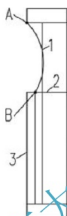
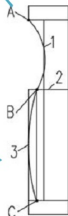

图 4.50 绘制“花瓶”第 1 段圆弧
图 4.51 绘制“花瓶”第 2 段圆弧
(4) 启动【圆弧】的命令(快捷键 A)。
① 在指定圆弧的起点或[圆心(C)]: 提示下, 捕捉图 4.50 所示的 A 点作为圆弧的起点。
② 在指定圆弧的第二个点或[圆心(C)/端点(E)]: 提示下, 捕捉 1 线的中点作为圆弧的第二个点。
③ 在指定圆弧的端点: 提示下, 捕捉 B 点作为圆弧的端点, 结果如图 4.51 所示。
(5) 重复【三点画弧】命令, 起点、第二点和端点分别选在 B 点、3 线的中点和 C 点处, 结果如图 4.51 所示。
(6) 用【修剪】和【删除】命令将图 4.51 整理成如图 4.52 所示的状态。